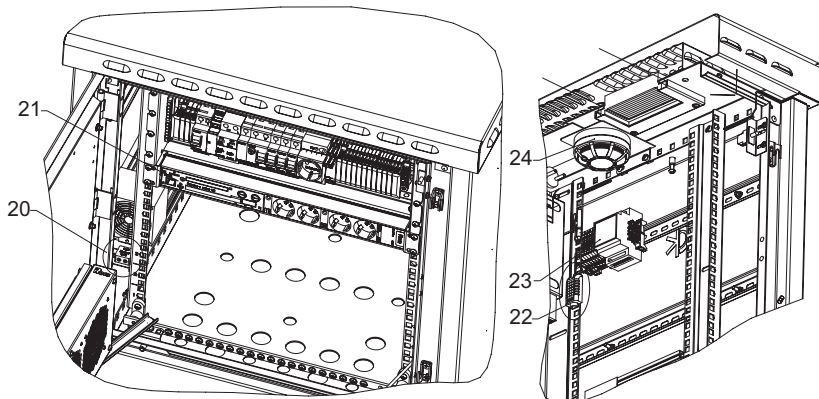

Рисунок 9. Контроллер МСх и датчики в шкафах ШТВ-1 и ШТВ-2
- контроллер А2 (поз.21, рис. 9);
- модуль управления микроклиматом Rem R-МСх-DMTH (А1) (поз. 23, рис. 9, только в шкафах с исп. Т1 вместо биметаллического термостата);
- извещатель пожарный дымовой ВЛ1 (поз. 24, рис. 9);
- датчик влажности и температуры цифровой ВК1 (поз. 22, рис. 9);
- датчик протечки воды SL1 (поз. 20, рис. 9).